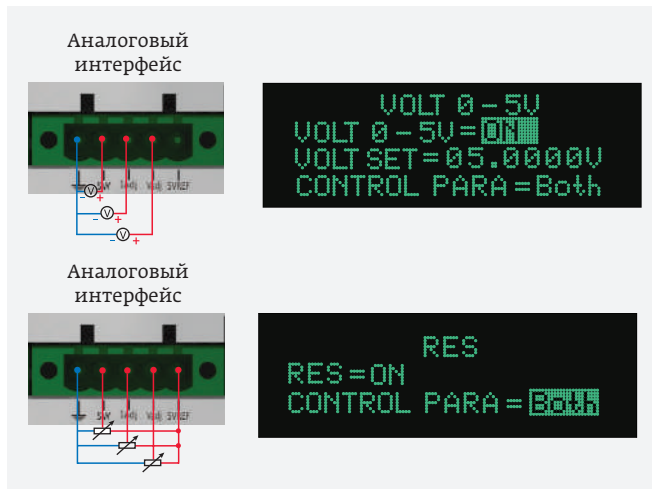

Рис. 4. Аналоговое управление источников питания серии SP-1U/2U
**Аналоговое управление.** Аналоговое управление источников питания серии SP-1U/2U позволяет задавать выходные параметры по току и напряжению с помощью внешнего управляющего сигнала 0–5 В или сопротивления 5–10 кОм (рис. 4).